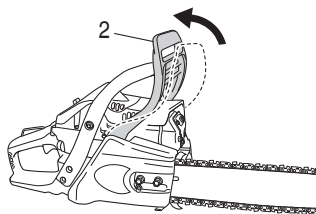

Fig. 2
1. Tirez la protection avant de la main (2) vers la manette avant pour vérifier que le frein de chaîne est désengagé. (Fig. 2)